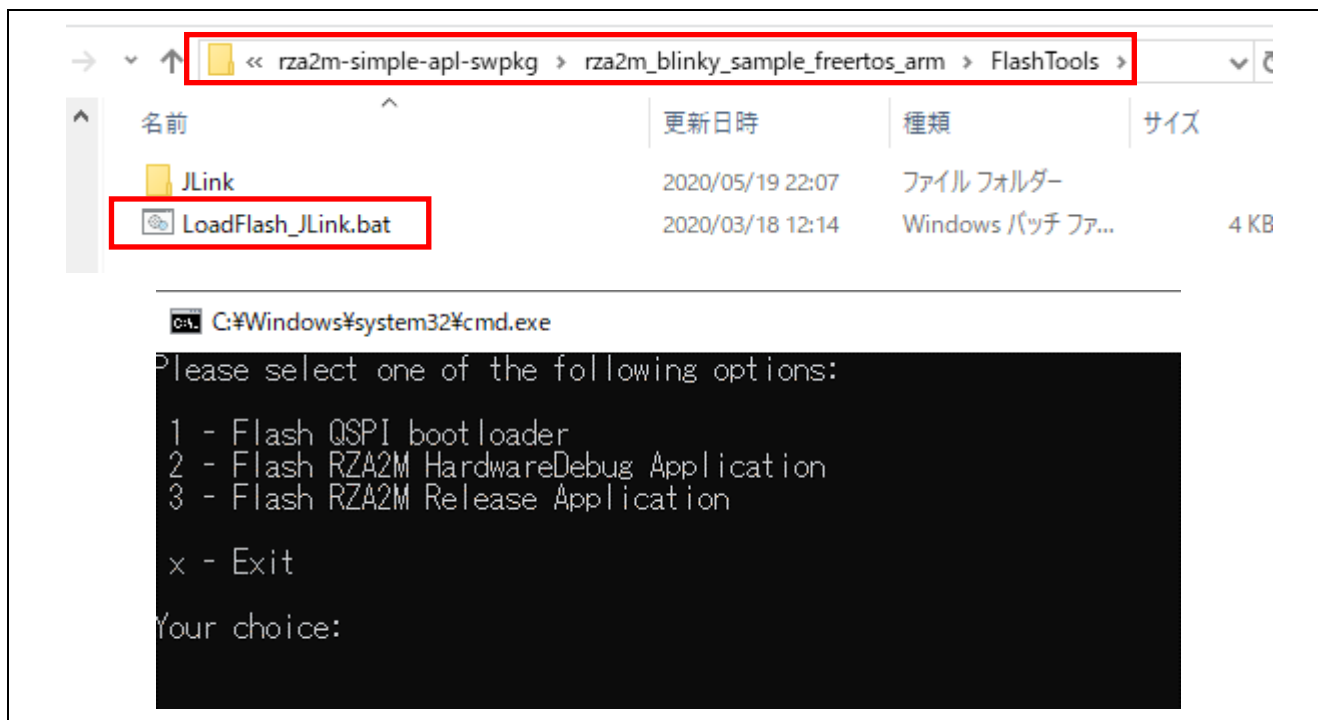

図 3-9 評価ボードへのダウンロードの開始
- 評価ボードへのダウンロードは J-Link（もしくは J-Link Lite）を使用して行います。ここでは「rza2m_blinky_sample_freertos_arm」プロジェクトについて説明しますが、他のプロジェクトについても同様です。rza2m_blinky_sample_freertos_arm¥FlashTools フォルダの「LoadFlash_JLink.bat」を実行すると、以下のコマンドプロンプト画面が起動します (図 3-9)。